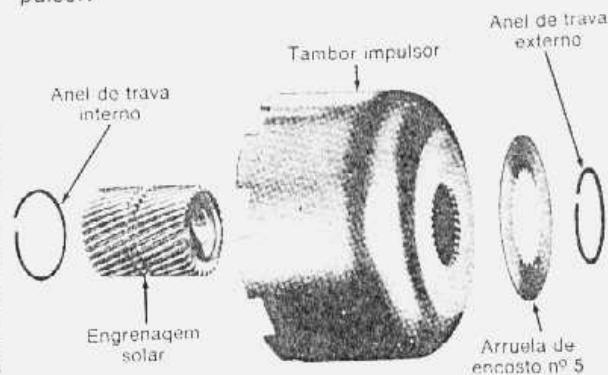

fig. 86 — tambor impulsor e engrenagem solar
2. Remover, do tambor impulsor e engrenagem solar, a arruela de encosto nº 5 (fig. 86).
3. Instalar, na engrenagem solar e no tambor impulsor (fig. 86), a arruela de encosto nº 5.